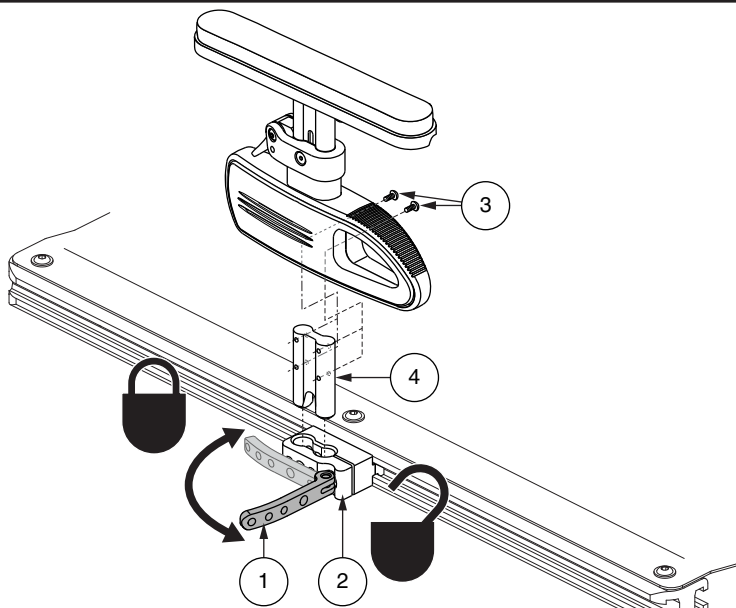

Figure 16. Ajustement des accoudoirs pédiatrique abaissant à réglage rapide avec poteau unique
1. Retirez les vis 1 et 2 sur barre de détente. **Voir la figure 16.**